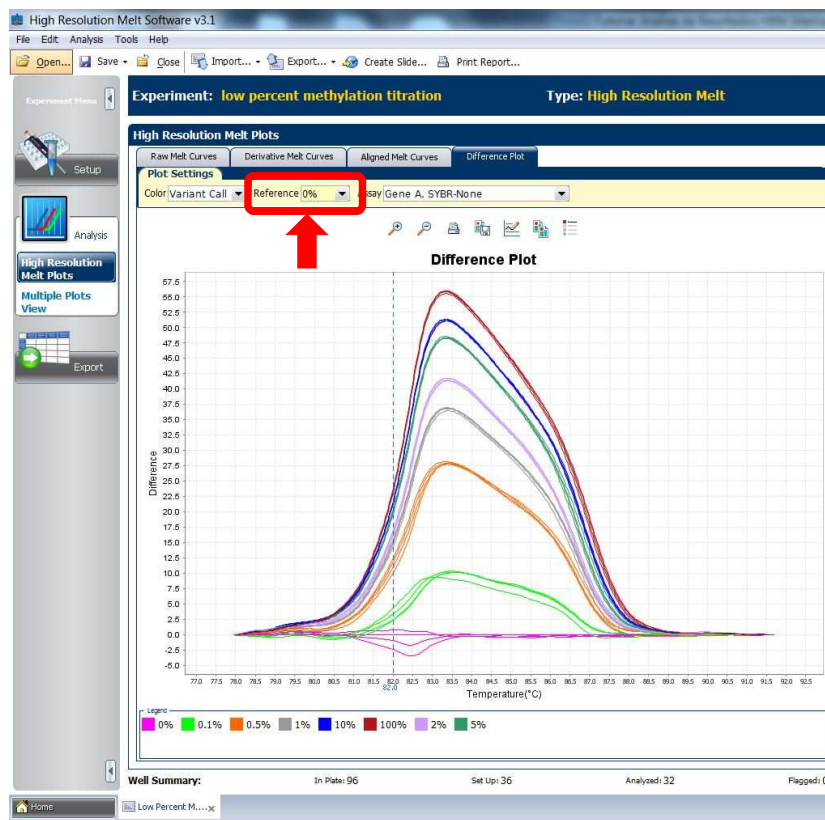

Fig. 9
Esse gráfico mostra as curvas de melting alinhadas (eixo y) em função da temperatura (eixo x) utilizando uma amostra como referência (Fig. 9)
1. Em *Plot Settings*, clique em *Reference* e selecione a amostra referência (Fig. 9)